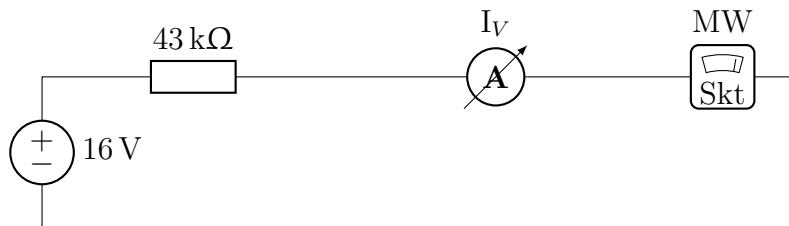

Abbildung 3: Schaltung zur Messung von I_V
- a) Nach der Schaltung von Abb. 3 messe man den Strom I_V für den Vollausschlag des Zeigers des Messwerkes MW.